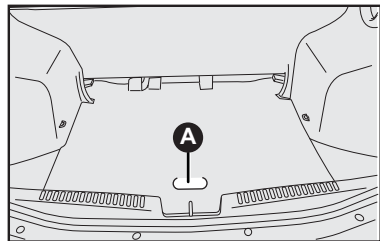

fig. 2
- Levantar o tapete de revestimento pelo ponto indicado **A-fig. 2**.